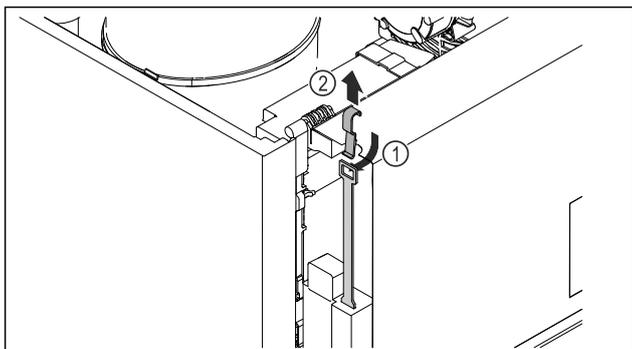

Fig. 211
- ▶ 从上方插入紧急解锁钥匙 Fig. 211 (1)，使其钩住锁，接着向上 Fig. 211 (2) 拉出。